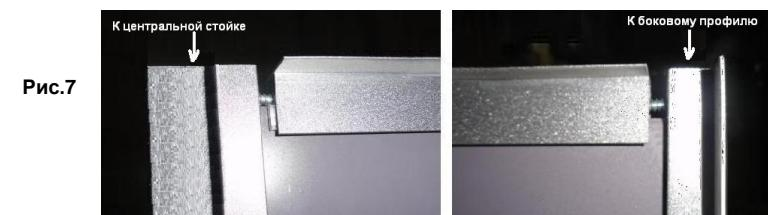

Рис.7
3.2.1. Отвинтите саморезы, соединяющие боковые вертикальные профили алюминиевой рамы задней стеклянной стенки с верхним и нижним профилями алюминиевой рамы. Снимите боковые вертикальные профили со стекла (рис. 7).